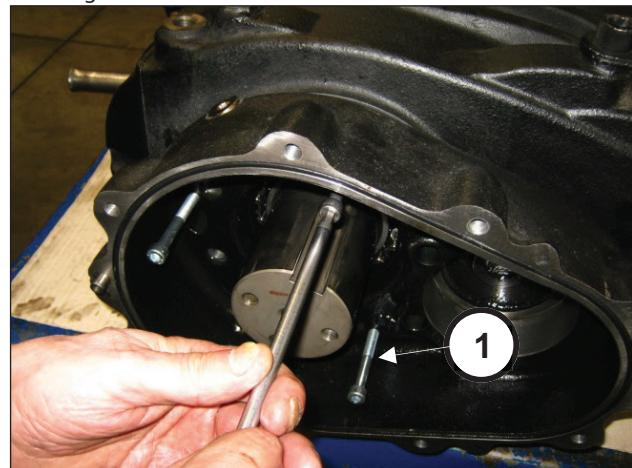

Abb. 23
Setzen Sie 3 Stiftschrauben oder Gewindeschrauben M8 (Pos. ①, Abb. 23) als Abzieher in die entsprechenden Bohrungen ein.